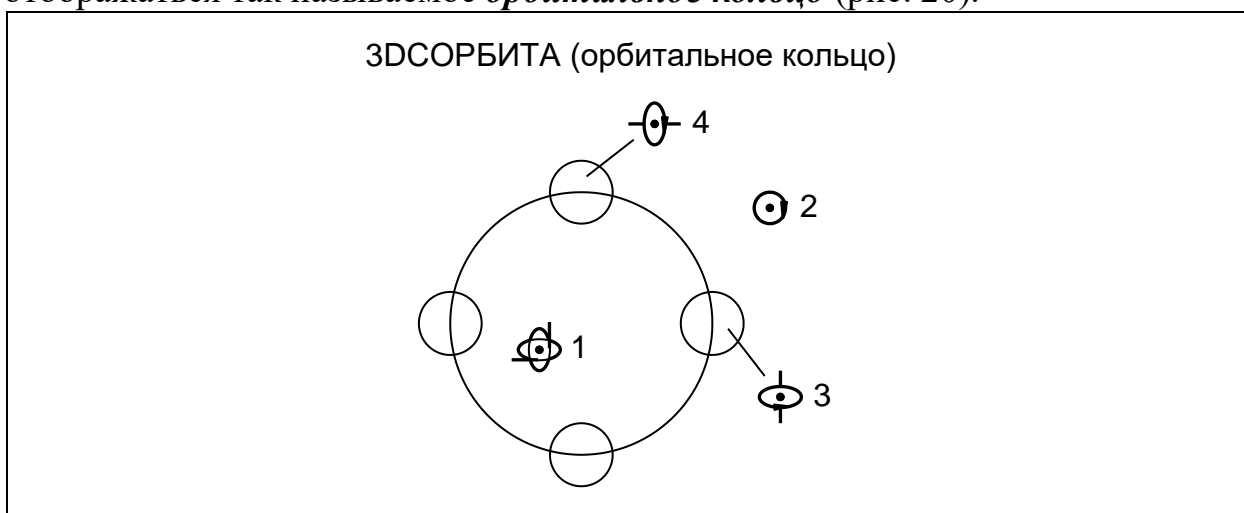

Рис. 20
*Свободное вращение* позволяет задать произвольный пространственный вид модели. Свободное вращение вида осуществляется с помощью команды ЗДСОРБИТА (свободная орбита). После ввода этой команды на экране будет отображаться так называемое *орбитальное кольцо* (рис. 20).
Орбитальное кольцо имеет активные зоны, границы которых определяются большой и четырьмя малыми орбитами. При наведении на одну из этих зон курсор приобретает специфический вид (см. рис. 20), соответствующий тому или иному характеру вращения изображения.